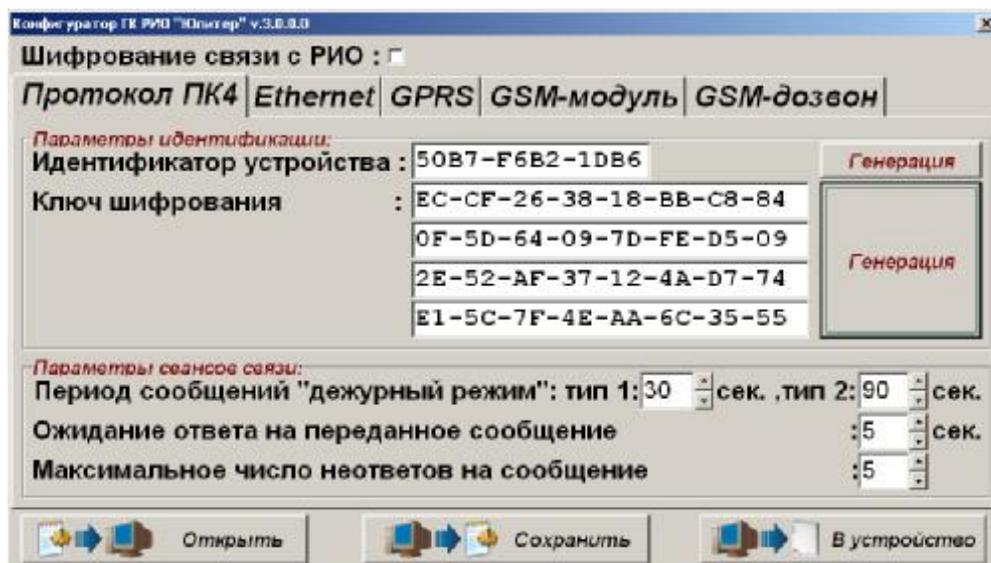

Рис. 4. Закладка настроек протокола ПК4.
- 2) Запустить программу конфигуратора. В случае, если производится повторное конфигурирование прибора, то для редактирования ранее созданного файла настроек следует нажать кнопку «Открыть» в нижней части окна программы (Рис.4). Далее следует выбрать либо файл *config.ini*, расположенный на внешнем накопителе, соответствующем подключенному прибору, либо сохраненный ранее файл.
Группа параметров протокола, используемого для связи с пультом по каналу GPRS или Ethernet (Рис. 4).